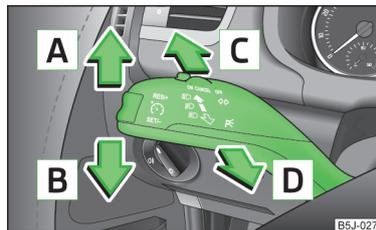

Fig. 42
- Tirar de la palanca del intermitente » fig. 42 de la página 64 hacia el volante y, al mismo tiempo, desplácela hacia abajo y manténgala en esta posición.
- Tirar de la palanca del intermitente » fig. 42 de la página 64 hacia el volante y, al mismo tiempo, desplácela hacia arriba y manténgala en esta posición.
### Posiciones de la palanca de mando » fig. 42
- > Presionar la palanca de mando » fig. 42 de la página 64 hacia arriba o hacia abajo; se conectará la luz de posición en el lado derecho o izquierdo del vehículo.